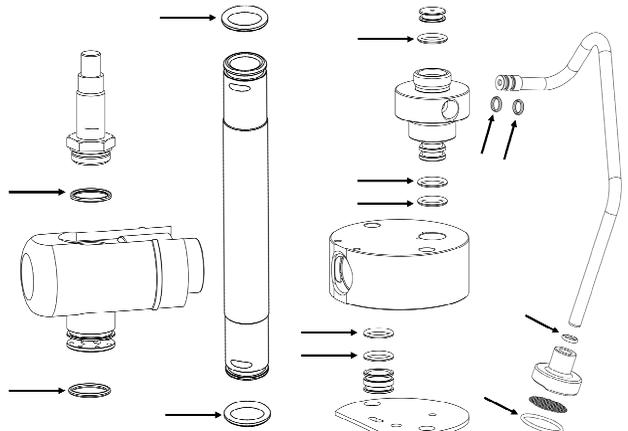

Abb. 13
- Nehmen Sie **alle** O-Ringe mit Hilfe der Büroklammer ab. Werfen Sie **alle** entnommenen O-Ringe weg (Abb. 13)!